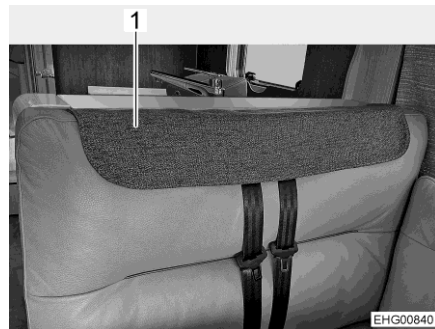

Fig. 91 Protection des ceintures de sécurité en place
Quand le véhicule est stationné, les appui-têtes peuvent être retirés du coussin de dossier de la banquette pour être assis plus confortablement. Les ouvertures pour les appui-têtes et la découpe pour les ceintures de sécurité peuvent alors être recouvertes par une protection (Fig. 91,1).
- Mettre la protection des ceintures de sécurité au-dessus de la découpe pour les ceintures de sécurité (Fig. 91).